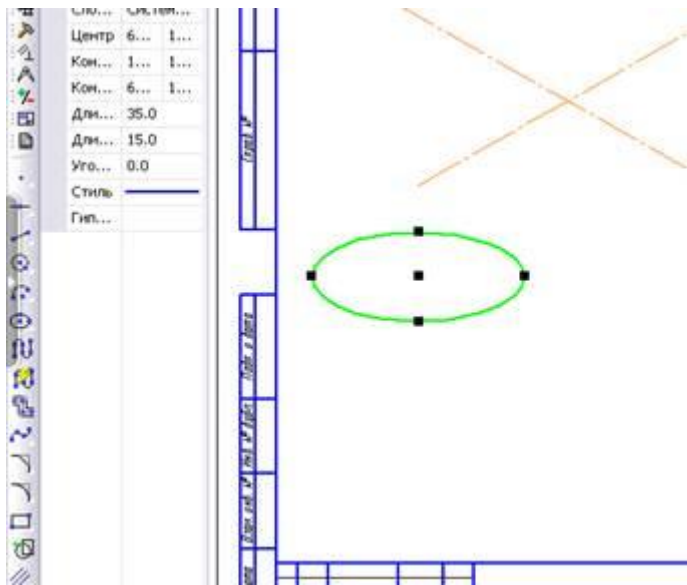

рис.4
4. Выполните Графическую работу на формате А3 (Рис. 4)
Квадратным указателем выделить данный эллипс, нажав один раз левой кнопкой мыши. Обратите внимание, что на изображение эллипса автоматически выделились крайние точки горизонтальной и вертикальной линий симметрии (см.рис. 4)
2. Выполните Графическую работу на формате А3 (Рис. 4)